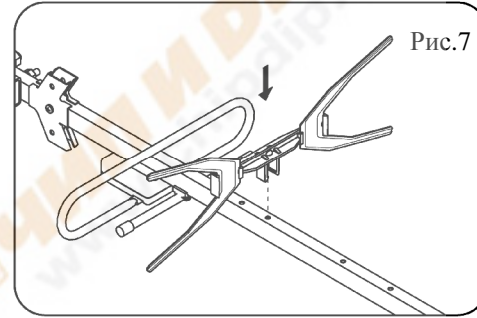

Рис.7
5.9.Установить 14 кронштейнов с установленными пластинчатыми директорами на верхней стороне штанги. Все пластинчатые директора открытой поверхностью должны быть направлены в сторону носовой части антенны (Рис.7). **Неправильная установка приведет к значительному ухудшению приема телевизионных сигналов.**